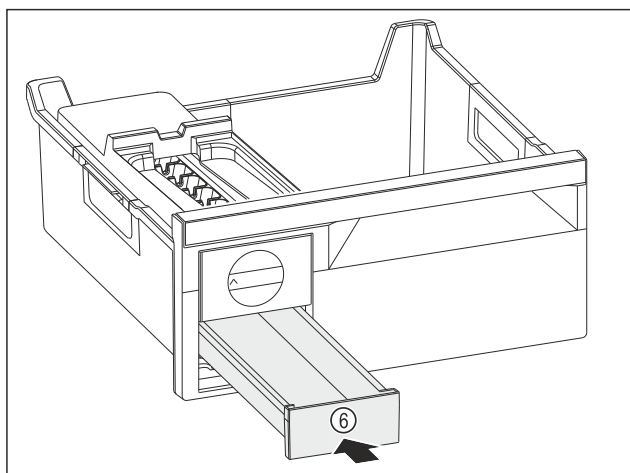

Fig. 109
- Tolja be a jégkockafiókot Fig. 109 (6).